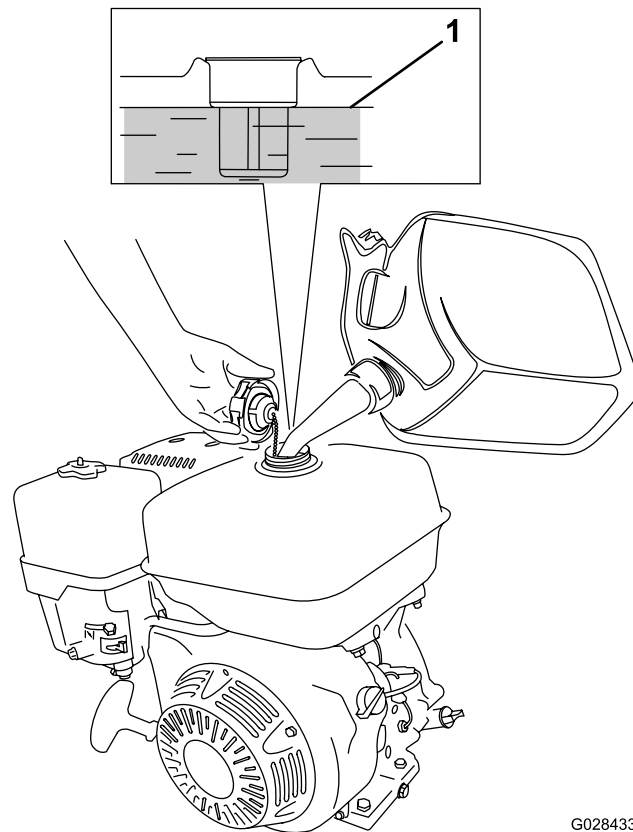

図 14
1. 燃料キャップ 図 14 の周囲をきれいに拭いてからキャップを外す。無鉛ガソリンポンプオクタン価 87 以上を、燃料タンクに入れるタンク内でガソリンが膨張することを考慮し、タンクの上部に 25 mm 程度の余裕を残すこと。